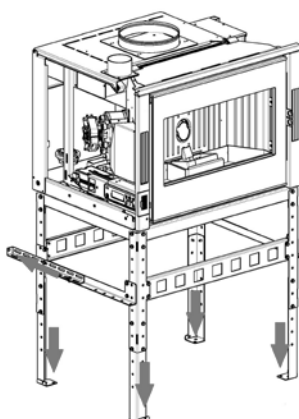

Fig. 36 - Fixar a estrutura no pavimento e na parede
- Colocar a estrutura com o inserto na posição desejada e fixar as pernas no piso e as extensões na parede de trás (ver **Fig. 36**).